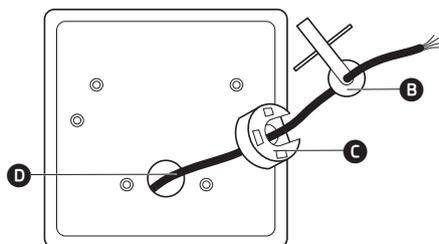

Fig. 4 Cuerda, membrana y brazo basculante
- 4 Pase la nueva cuerda de tirar **D** a través del agujero en la cubierta, a través de la nueva membrana **C** y por el agujero en el brazo basculante **B**. (Fig. 4)